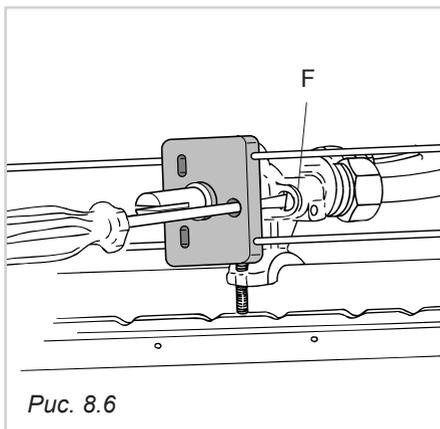

Рис. 8.6
Краны на рабочей поверхности оснащены предохранительными клапанами; винт, с помощью которого регулируется минимум, находится на внешней стороне кранов (Рис. 8.6).
- Снимите ручку крана и, вставив отвёртку под винт с плоской головкой в отверстие на микровыключателе (Рис. 8.6), поверните винт **F**, отрегулировав тем самым длину пламени.